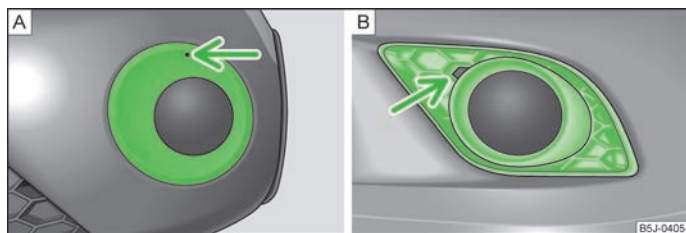

Fig. 151 Pare-chocs avant : Fabia Scout/Fabia RS
- » Insérez l'étrier en fil de fer » page 165, *Outils de bord* dans l'orifice » fig. 151 - **A** (Fabia Scout) au-dessus du feu antibrouillard et retirez le cache.
- » Insérez un doigt dans l'orifice à côté du feu antibrouillard » fig. 151 - **B** (Fabia RS) et retirez le cache.